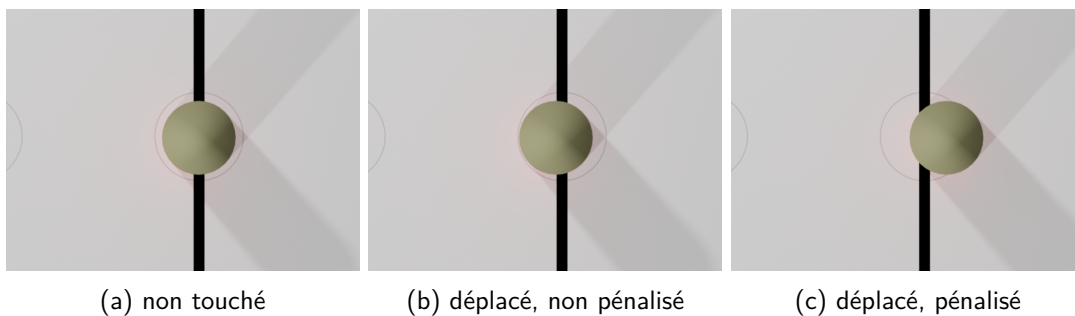

FIGURE 11 – Comptabilisation du déplacement d'un obstacle
**Un obstacle déplacé** suffisamment pour qu'il touche ou dépasse le cercle matérialisant son emplacement **retire 1 point**. Les différents cas de figure sont illustrés en figure 11. Cette pénalité n'est appliquée qu'**une seule fois par obstacle**.